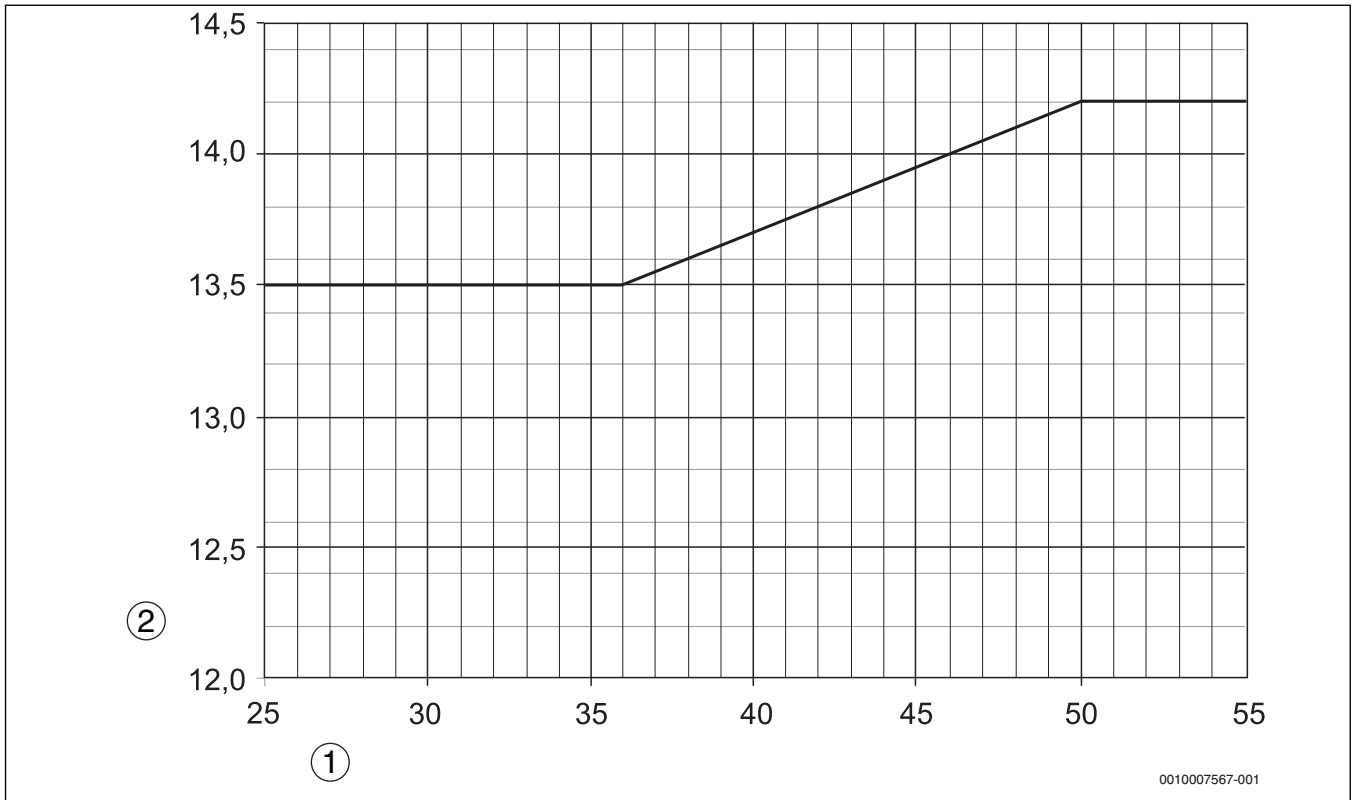

Fig. 7 Ajuste de CO₂ en aire de entrada mediante conducción concéntrica de aire de entrada y de gases de escape (válido con y sin cubierta del quemador)
- ▶ Regule posteriormente el contenido de CO₂ en el tornillo de regulación de presión situado en la bomba de gasóleo fig. 6 o fig. 7 dependiendo de si el aire de entrada se aspira directamente a través del exterior o por medio de un tubo concéntrico.